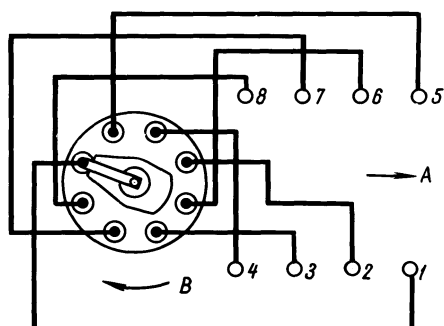

Рис. 7-9 Соединение проводов от распределителя к свечам
8. Установить крышку и подсоединить провода высокого напряжения от свечей в порядке 1-5-4-2-6-3-7-8, как указано на рис. 7-9.